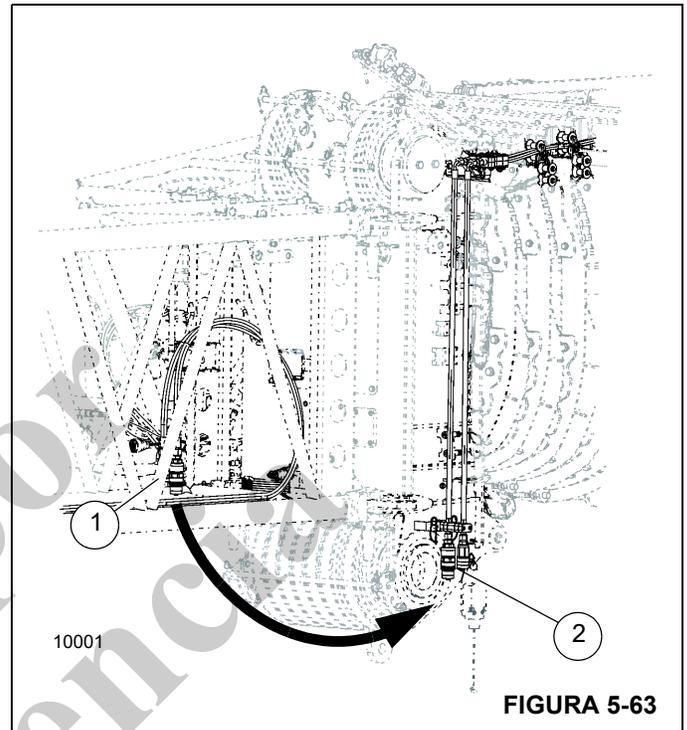

FIGURA 5-63
1. Desconecte las mangueras hidráulicas (1, Figura 5-63) de la extensión de la pluma o del inserto de celosía de las mangueras hidráulicas del tambor (2) en la punta de la pluma.
3. Guarde el exceso de longitud de la manguera en los ganchos (3) de la extensión de la pluma o del inserto de celosía.